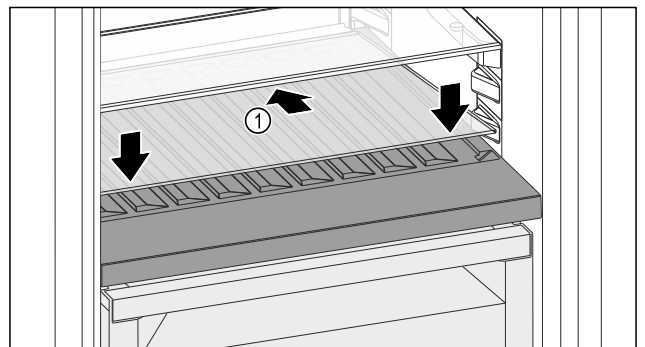

Fig. 167
- Aseta lasilevy Fig. 167 (1) vinosti ja takana alaspäin kallistettuna paikalleen.
- Laske lasilevy Fig. 167 (1) edestä alas.